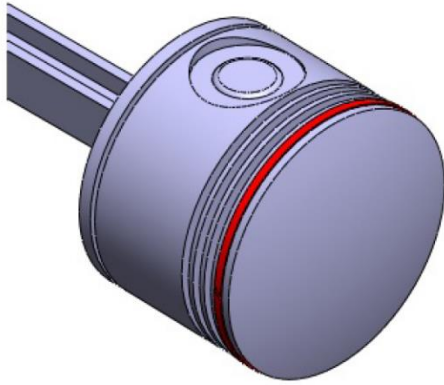

Рисунок 8.49 – Перший екземпляр Piston Ring, зібраний з Piston
4. Вставте компонент Piston Ring у середовище збірки та зберіть його у верхньому пазі компонента Piston, додавши необхідні з'єднання (див. рис. 8.49).